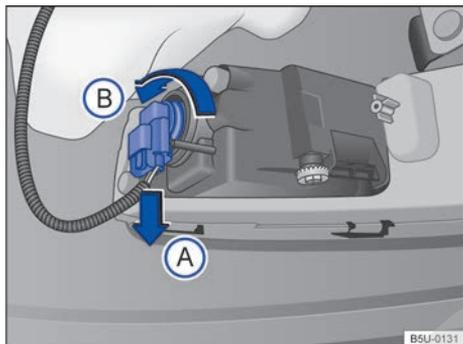

Fig. 141 Detrás del parachoques delantero: acceso a la lámpara incandescente del farol de neblina.
2. Desenganchar el conector de alimentación de la lámpara → fig. 141 en el sentido de la flecha (B), presionar, al mismo tiempo, la traba de fijación del conector.
3. Girar el portalámparas → fig. 141, en el sentido antihorario de la flecha (B), y desengancharlo del alojamiento.